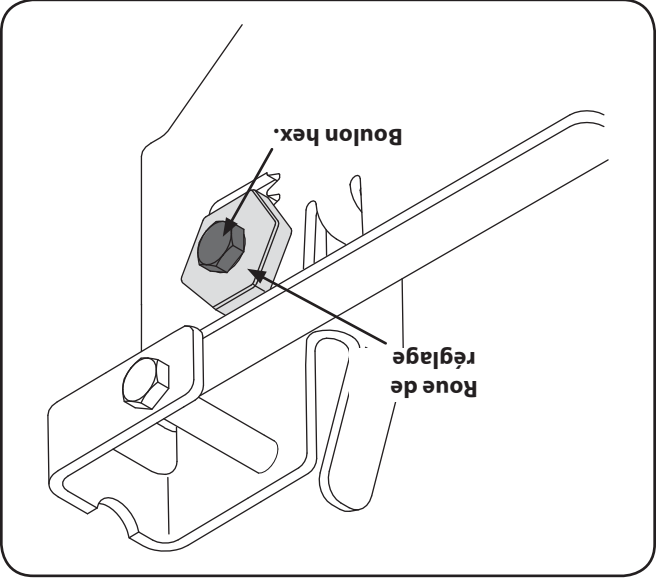

Figure 6-4
3. Desserrez, sans le retirer, le boulon hex. sur le crochets de support gauche arrière du plateau de coupe. Voir la Figure 6-4.
4. Utilisez une clé pour relever ou abaisser le côté gauche du plateau de coupe en tournant la roue de réglage. Voir la Figure 6-4.